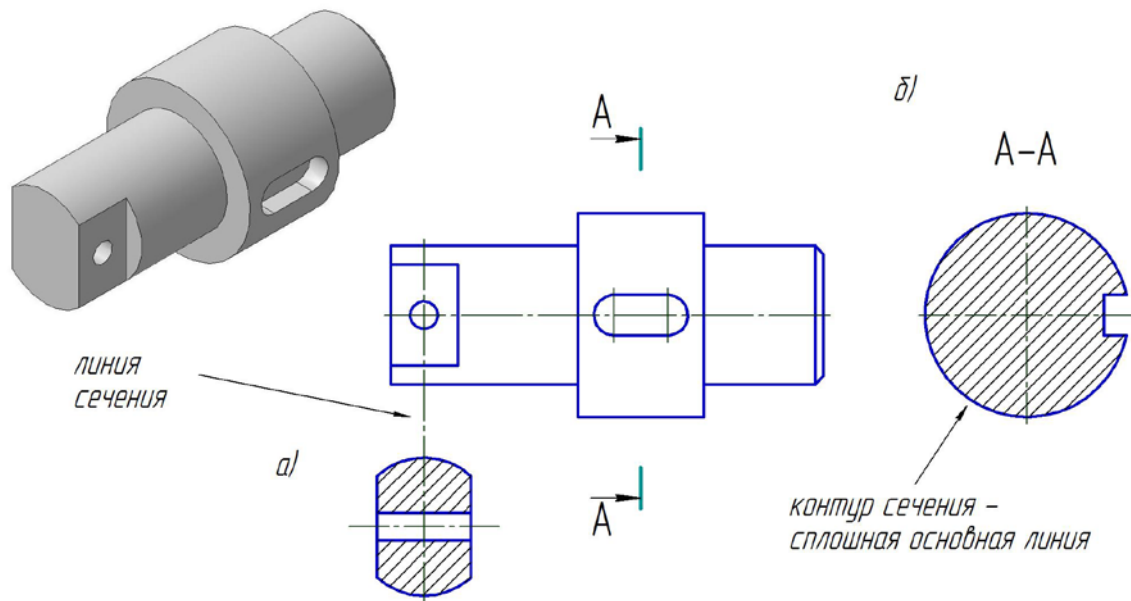

Рис. 2.11. Вынесенные сечения
- на продолжении линии сечения (рис. 2.11 а);
- в любом свободном месте чертежа (рис. 2.11 б);
В остальных случаях сечение обозначается также, как и разрез (рис. 2.11 б).